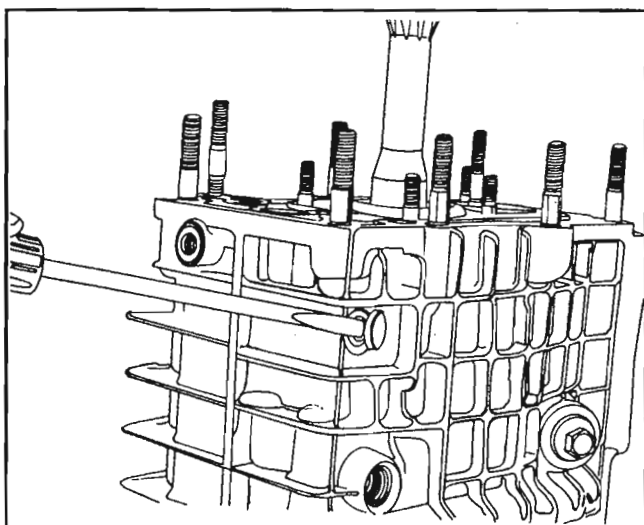

Fig. 13
Saque el tapón (91) y después el fijador (89) junto con el muelle (90). *Fig. 13*